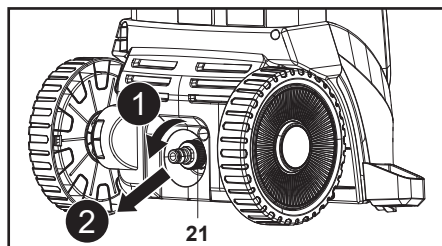

Fig. 19
1. Remova o adaptador de entrada de água (21) do conector de entrada de água (13) (Fig. 19).